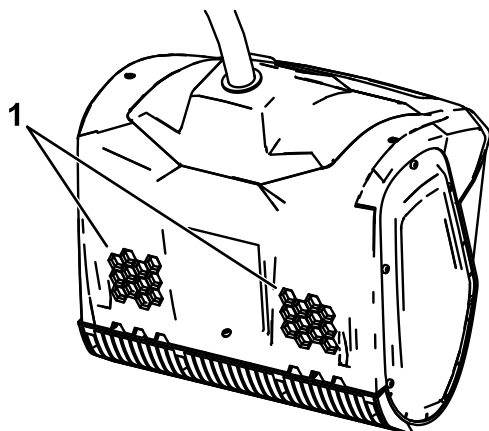

Figure 10
1. Vérifiez que les prises d'air à l'arrière de la machine ne sont pas recouvertes de neige ou de glace (Figure 10).